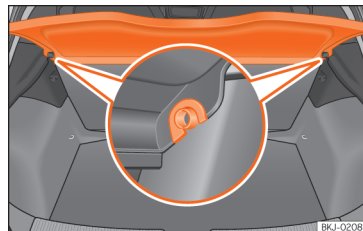

Abb. 127 Im Gepäckraum: Gepäckraumabdeckung aus- und einbauen.
- Drücken Sie die Abdeckung aus den Seitenhalterungen » » » **Abb. 127** aus, indem Sie diese nach oben ziehen und herausnehmen.
- Führen Sie die Abdeckung horizontal ein, so dass das „Hufeisen“ über den Achsen der Halter » » » **Abb. 127** liegt und drücken Sie die Abdeckung nach unten, bis sie einrastet.